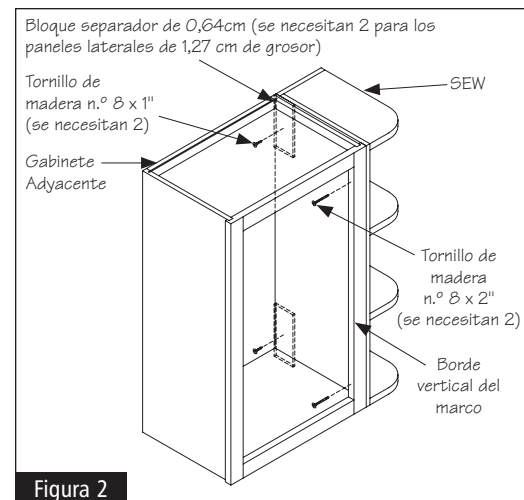

Figura 2
- 2 Use una broca para taladro de 3/32" de diámetro para avellanar un orificio guía a través de cada bloque separador (sólo para los paneles laterales de 1,27 cm de grosor) y panel lateral. Ubique los orificios guía aproximadamente en el centro de los bloques separadores (sólo para los paneles laterales de 1,27 cm de grosor). Vea la figura 2.
- 3 Usando una broca de 5/32" de diámetro, perfore y abocarde dos agujeros guía a través del borde vertical del marco del gabinete adyacente. Debe centrar los agujeros en el borde interior del borde vertical del marco del frente hacia atrás, además de que debe haber de dos a tres pulgadas de distancia entre su parte inferior y su parte superior. Vea la figura 2.
- 4 Coloque la unidad SEW en el lugar deseado. Le recomendamos usar abrazaderas de madera para fijar la unidad en el lugar deseado hasta que la asegure. Fije los dos tornillos para madera de #8 x 1" a través de los orificios guía taladrados a través de los separadores (sólo para los paneles laterales de 1,27 cm de grosor) en el paso 2. Luego, fije los dos tornillos para madera de #8 x 2" a través de los orificios guía taladrados verticalmente en el marco en el paso 3. Vea la figura 2.